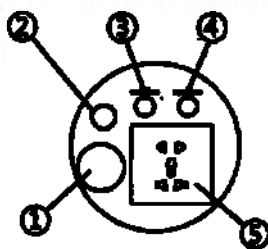

Рисунок 1
- (1) Трубопровод должен быть ниже, чем наземное оборудование.
- (2) Безопасность спускных каналов должна соответствовать спецификациям дизайна для наружных спускных систем (GB50014-2006). Технологический уклон должен составлять 5°.
- (3) Если нет возможности установить коммуникацию, согласно рисунку 2, то можно установить кругом в 180 мм (рисунок 1).